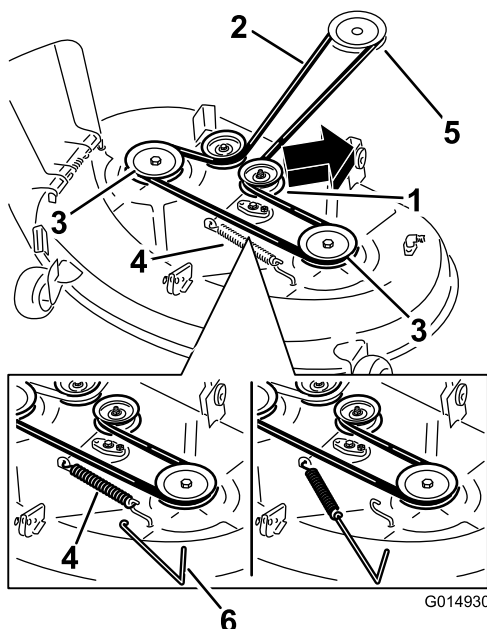
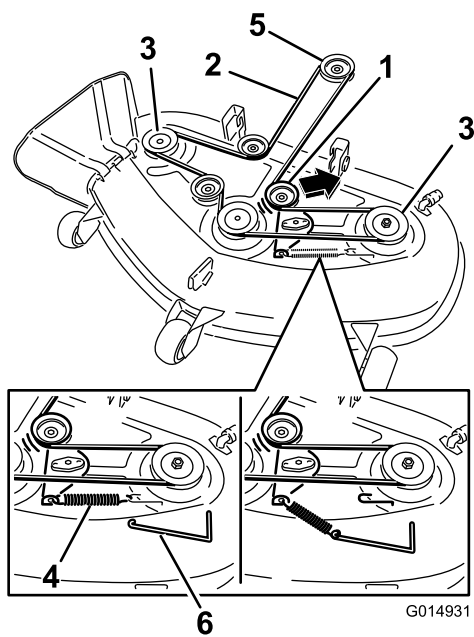

Bild 69
Bild 70
4. Entfernen Sie die Spannscheibenfeder mit einem Werkzeug zur Federentfernung (Toro Bestellnummer 92-5771) vom Mähwerkhaken, um die Spannung von der Spannscheibe zu nehmen, und rollen Sie den Riemen von den Spannscheiben (Bild 69 und Bild 70).
- Setzen Sie die Spannscheibenfeder mit einem Werkzeug zur Federentfernung (Toro Bestellnummer 92-5771) auf den Mähwerkhaken, um die Spannscheibe und den Mähwerkriemen zu spannen (Bild 69 und Bild 70).
- Legen Sie den neuen Riemen um die Motor- und Mähwerkspannscheiben (Bild 70).